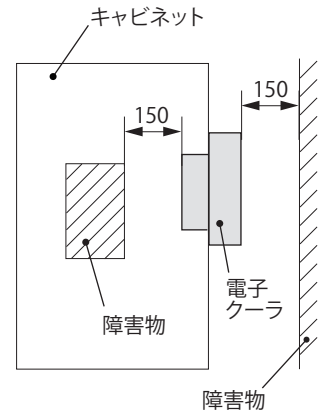

図1 障害物からの距離
- ・吸気口および排気口の通風を妨げたり塞がないよう、また、排気が直接本製品吸気口に流入しないように取付位置に注意してください。能力低下と結露の原因となります。障害物からの距離を150mm以上離すことをおすすめします。(図1)